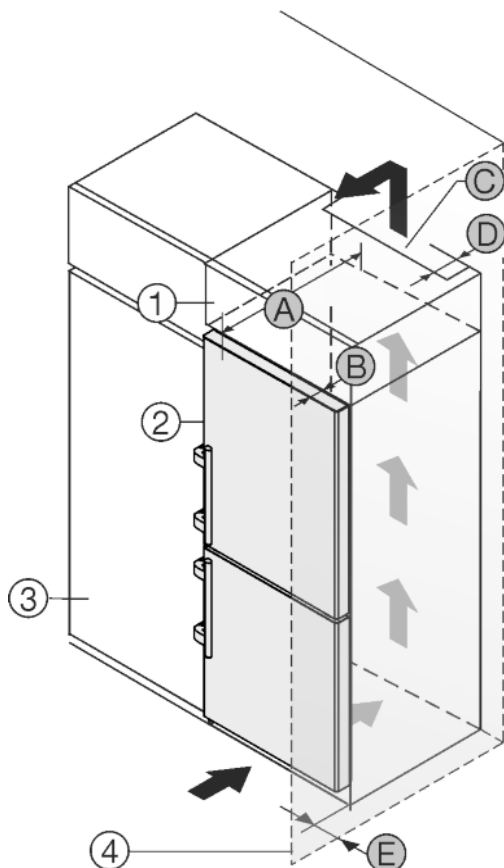

Fig. 26
Uređaj se može adaptirati za ugradnju u kuhinjske ormare. Kako biste uređaj Fig. 26 (2) prilagodili visini kuhinjskog namještaja, iznad uređaja možete postaviti viseći ormar Fig. 26 (1).
Uređaj se može postaviti direktno uz kuhinjski ormar Fig. 26 (3). Kako biste vrata mogli potpuno otvoriti, uređaj mora biti za dubinu Fig. 26 (B) ispred u odnosu na prednjicu kuhinjskog ormara. Ovisno o dubini kuhinjskih ormara i uporabi zidnih distancera, uređaj može i dalje stršati.
- Na stražnjoj strani visećeg ormara treba postojati otvor za odzračivanje dubine Fig. 26 (D) po cijeloj širini visećeg ormara.
- Ispod stropa prostorije treba poštovati ventilacijski presjek Fig. 26 (C).
Kada se uređaj postavlja s okovima pored zida Fig. 26 (4), treba poštovati razmak Fig. 26 (E) između uređaja i zida. To odgovara stajanju ručice kod otvorenih vrata.